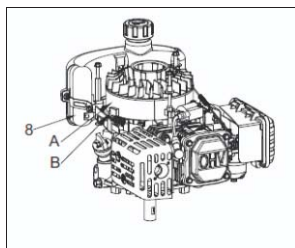

Fig. 12 8. Brandstoftank A. Vlieg wiel B. Remsysteem
4. Verplaats de starthendel (op de apparatuur) om de vliegwieltrem los te laten en controleer of er speling is tussen de hendel van de toerentalregelaar en de terugkeerstaaf van de gashendel als de gashendel in de stand snel (of hoog) staat. Controleer ook of er minimaal 2 mm speling is tussen de stoppen en de remkabelbeugel. (Zie Fig. 12)